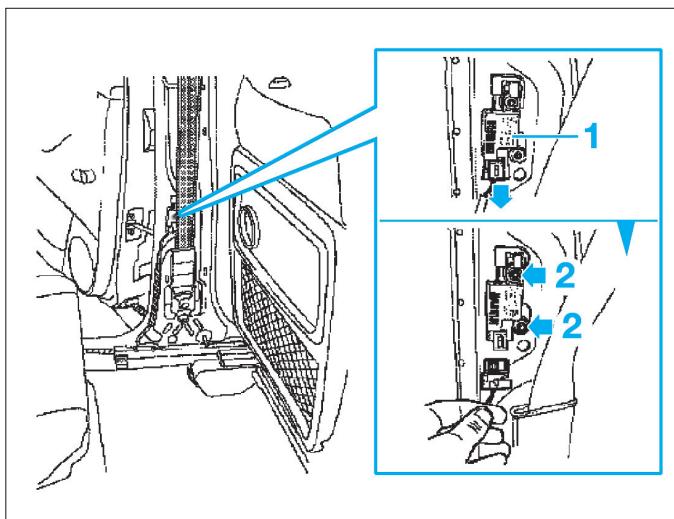

FIG. 8
- Débrancher le capteur latéral (1) (Fig.8).
- les deux vis de fixation (2),
- le capteur (1).